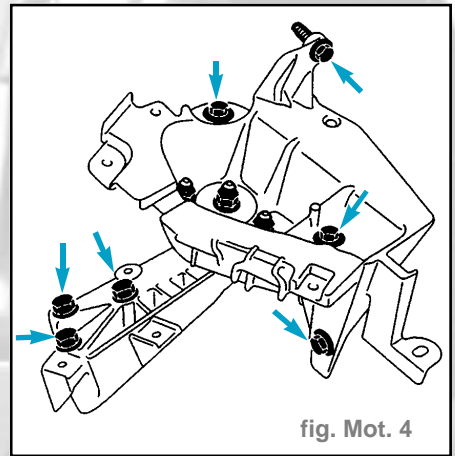

fig. Mot. 4
- le support côté boîte de vitesse (fig. Mot. 4)